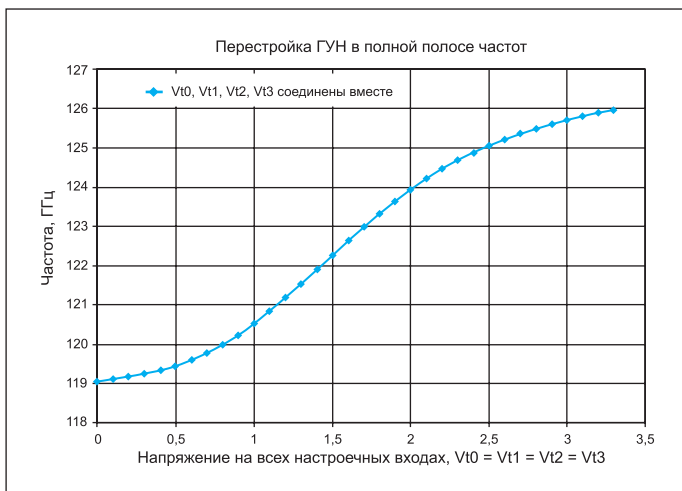

Рис. 12. Широкополосная перестройка ГУН для TRX_120_001/002
- во втором случае входы Vt0–Vt3 соединены между собой, и обеспечивается полный диапазон перестройки 118–126 ГГц (рис. 12).